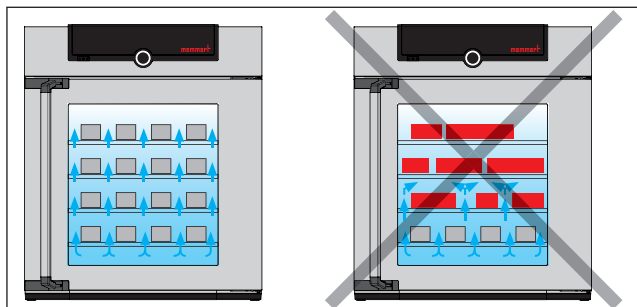

Fig. 15 Colocación correcta de la carga
- ▶ Para abrir la puerta, tire de la manilla hacia un lado (izquierda o derecha según el modelo de la puerta; Fig. 15, A).
- ▶ Para cerrar la puerta, empujela hasta el fondo y presione la manilla a un lado (B).